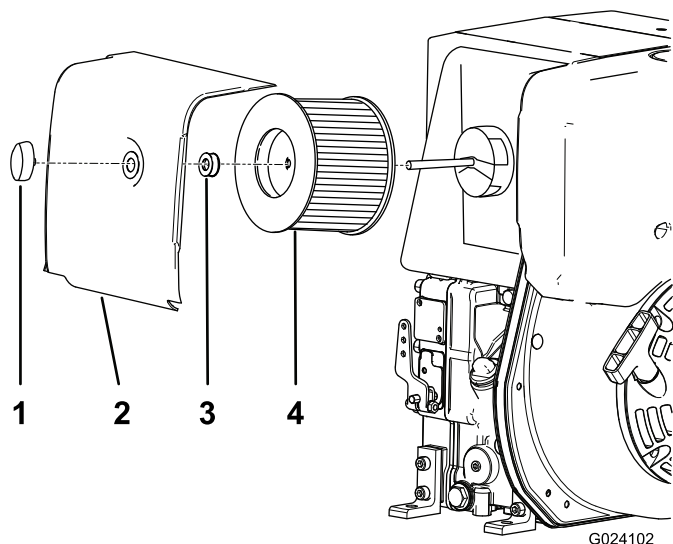

Figure 24
2. Dévissez l'écrou du couvercle et retirez le couvercle (Figure 24).
3. Dévissez l'écrou du filtre et retirez l'élément (Figure 24).